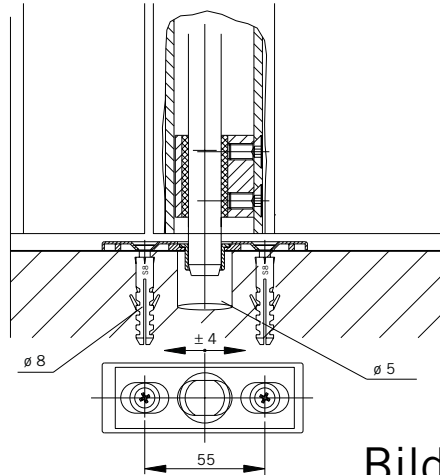

Bild 15
10.2 Schließblechmontage (Bild 15):